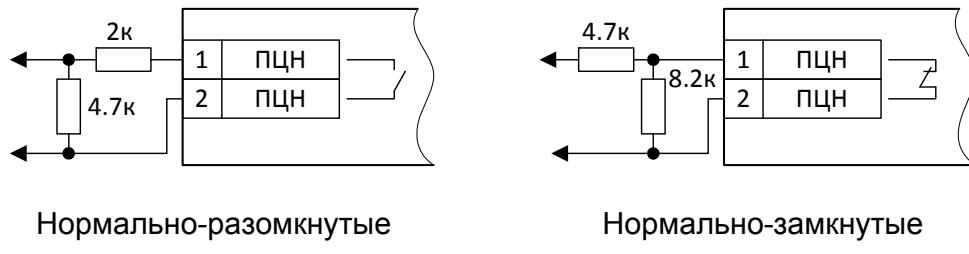

Рисунок 6. Схемы включения релейных выходов ППКП/ППКОП в ШС
- a) К клеммам «+ШС1»...«+ШС4» подключить шлейфы сигнализации с включёнными в них релейными выходами ППКП/ППКОП (рис. 6). Если ШС не используется, то к соответствующим клеммам необходимо подключить оконечный резистор из комплекта поставки.